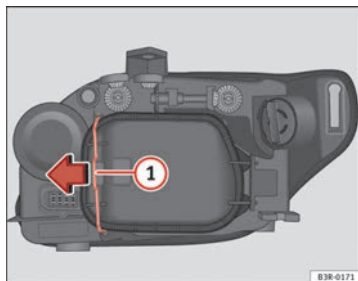

Fig. 193 Luz de cruce
Aunque no es necesario, extraer previamente la tapa rígida ⇒ fig. 193, facilita el cambio de la lámpara de dirección. ■
- Desplace el tirante ⇒ fig. 193 ① en el sentido de la flecha y saque la tapa rígida separando primero el lado del tirante y sacando después las dos pestañas del extremo contrario de la tapa.